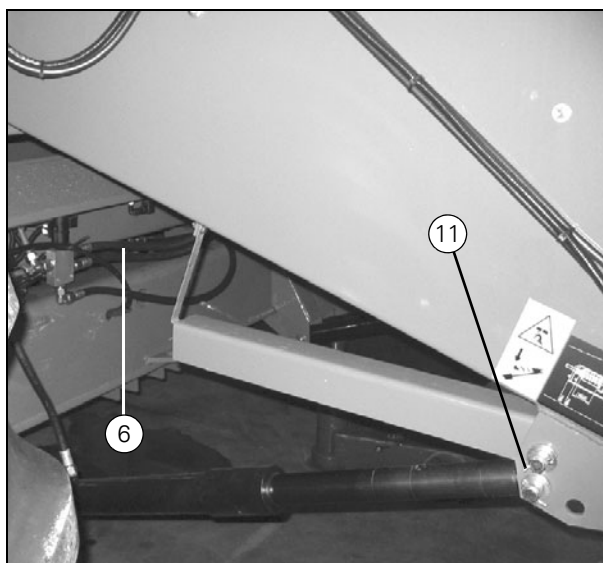

Рисунок 3
11. Снимите шпильки с силовых цилиндров (Рис. 3).